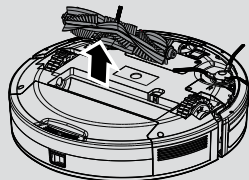

Fig. 13
3. Soulevez l'agitateur en saisissant une de ses extrémités. [Fig. 13]